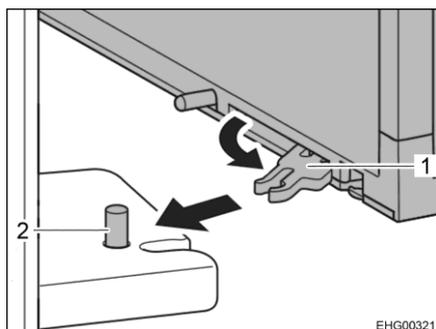

Fig. 118 Verrouillage de la porte du réfrigérateur
- Déplier l'entretoise (Fig. 118,1) côté intérieur de la porte du réfrigérateur en haut et en bas et tirer vers l'avant.
- Faire s'enclencher les entretoises dans chacun des goujons (Fig. 118,2).